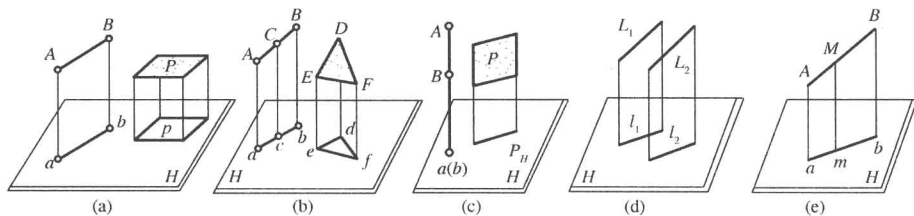

图 1-5 正投影的基本特性
图说 (1)真实性:平行于投影面的直线投影反映实长。图 1-5(a)中线段 AB 和平面 P 分别平行于投影面 H ,则其投影 ab 、 p 分别反映线段 AB 和平面 P 的实长和实际大小。
(2)类似性(又称变形性):倾斜于投影面的平面投影仍为一平面图形,且与空间平面图形是类似形。图 1-5(b)中线段 AB 和 $\triangle DEF$ 分别倾斜于投影面 H ,则其投影 ab 和 $\triangle def$ 只与相应的空间平面图形类似,不反映实长或实际大小。
(3)积聚性:垂直于投影面的直线或平面图形的投影积聚为一个点或一条直线。图 1-5(c)中垂直于投影面 H 的线段 AB 和平面 P ,其在投影面 H 上的投影分别积聚成一个点和一条直线。
(4)平行性:空间两条直线平行,其投影仍平行。图 1-5(d)中两空间直线 L_1 和 L_2 平行,则其在投影面 H 上的投影 l_1 与 l_2 仍平行。
(5)定比性:如图 1-5(e)所示,直线上一点 M 分线段 AB 为一定比值,则其投影仍分该线段投影为同样的比值,即 $AM:MB=am:mb$ 。